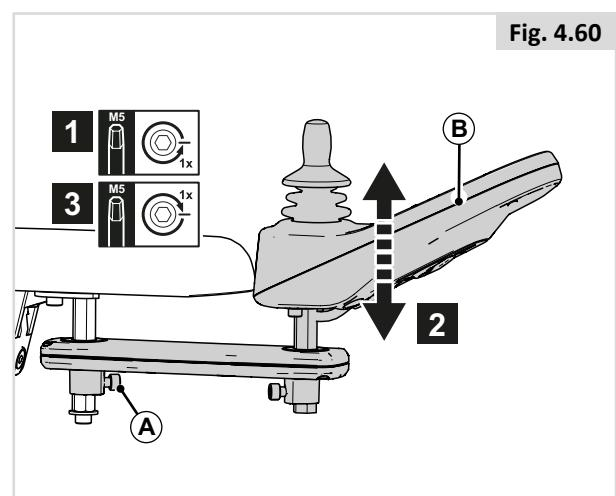

Fig. 4.60
Højde på betjeningsenhed (1) (Fig. 4.60)
1. Løsn (A) ved at dreje én omgang.
2. Justér (B) til den ønskede position.
3. Spænd (A).